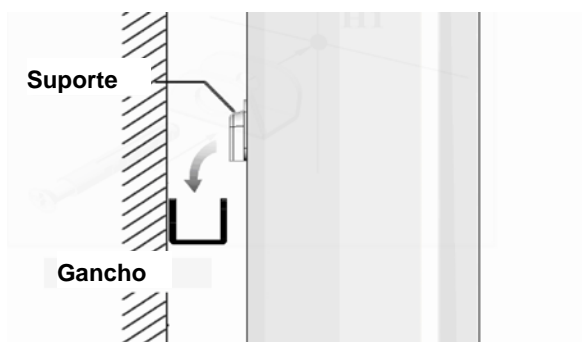

Figura 5
- Suporte a unidade nos ganchos (como mostrado na figura 5).